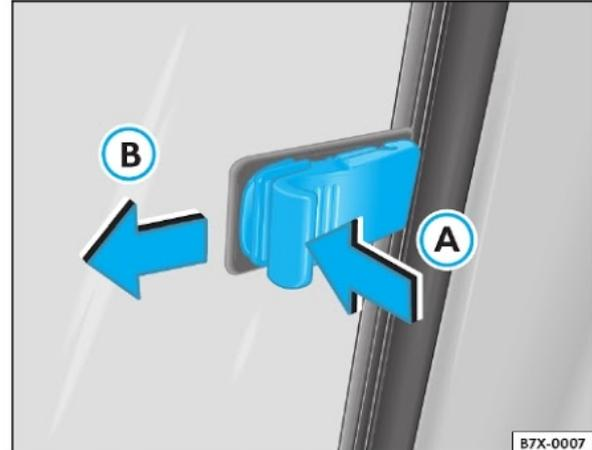

Fig. 33 Abertura da janela corrediça traseira
- Pressione o fecho ⇒ fig. 33 seta (A), des travando a janela.
- Puxe a janela para trás ⇒ fig. 33 seta (B), deslizando-a até a posição desejada.